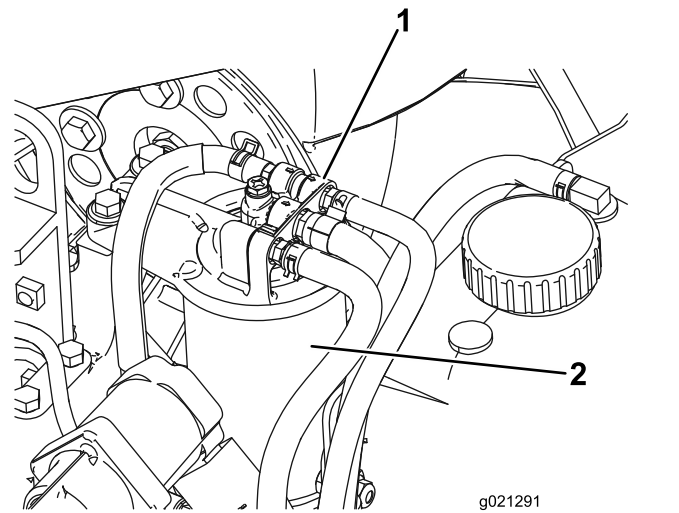

Figura 82
2. Retire o filtro e limpe a superfície de montagem da cabeça do filtro (Figura 82).
1. Limpe a zona em torno da cabeça do filtro de combustível (Figura 82).